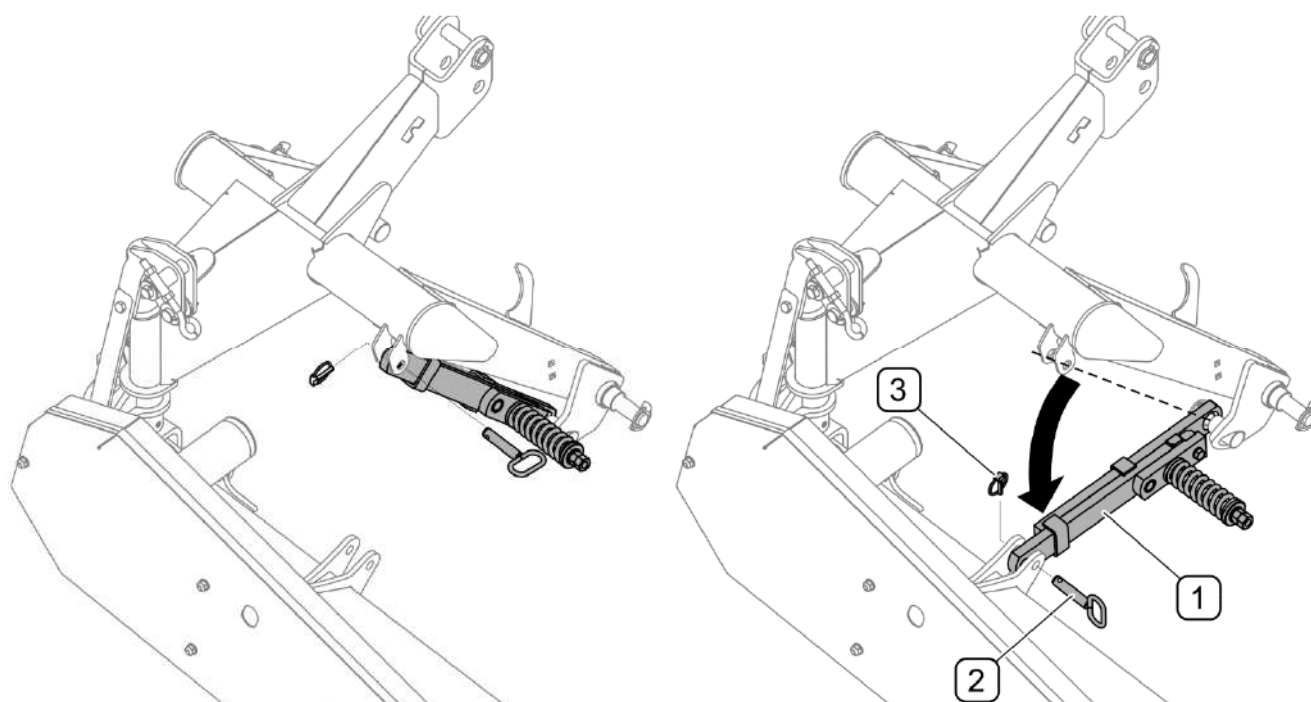

РИСУНОК 4.7 Монтаж предохранителя
(1) - предохранитель; (2) - шкворень; (3) - чека
Чтобы заблокировать несущее плечо в рабочем положении, необходимо установить предохранитель (РИСУНОК 4.7). Для этого нужно вынуть чеку (3) и, придерживая предохранитель (1), вынуть шкворень (1). Опустить предохранитель (1) и закрепить на несущем ремне при помощи шкворня (2) с чекой (3).